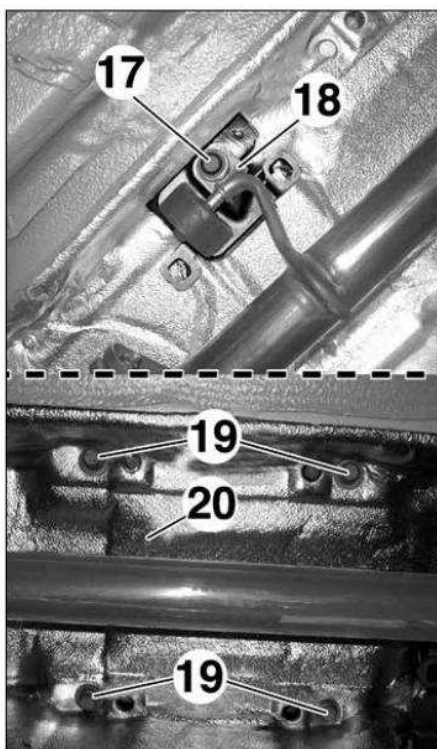

FIG.9
• Staccare (Fig.9):
- la vite (17) del supporto (18) del silentbloc,
- le viti (19) e lo schermo termico (20).